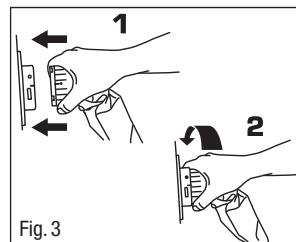

Fig. 3
5. Bevestig de luchttoevoerslang aan de voedingseenheid door de zwarte lijn op de luchttoevoerslangaansluiting uit te lijnen met de zwarte lijn op de aansluiting van de voedingseenheid en ze samen te drukken. Draai de matrasslangaansluiting met de wijzers van de klok mee tot de groene indicator de indicatoropening op de aansluiting van de voedingseenheid (Fig. 3) vult.